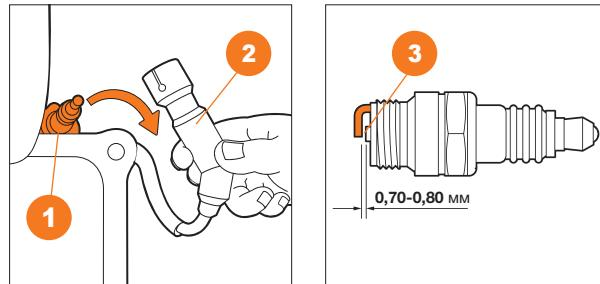

Рис. 50
- Снимите высоковольтный колпачок **2** свечи зажигания **1** (Рис. 50).